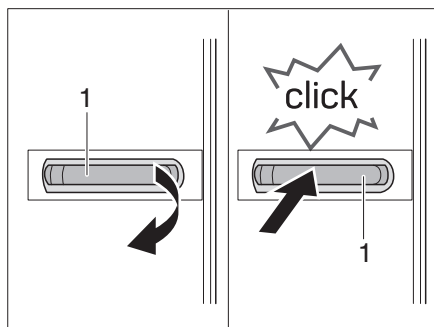

Bild 105 Kühlschranktür öffnen/schließen
- Am Türgriff (Bild 105/1) ziehen. Die Kühlschranktür wird geöffnet.
- Kühlschranktür am Türgriff (Bild 105/1) zu drücken. Die Kühlschranktür rastet hörbar in die Verriegelung ein. Die Tür ist für den Türbetrieb korrekt geschlossen, wenn ein deutliches Klicken zu hören ist.